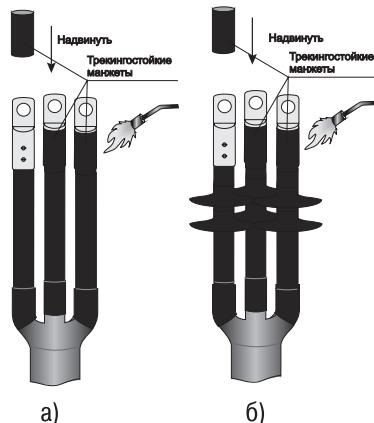

Рисунок 14
4.27.5 Обезжирить на каждой жиле цилиндрическую часть наконечников и трубку по жиле на длине 60–70 мм. Надвинуть trekking-stable cuffs на трубчатую часть наконечников и усадить их, начиная с середины. После усадки манжеты должны плотно облегать наконечники и трубы на жилах. По торцам манжет должен выступать расплавленный клей (рисунок 14).